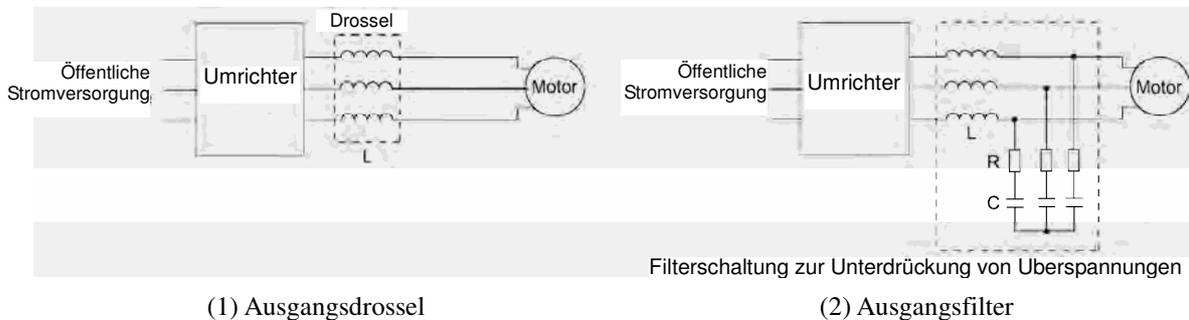

Abbildung C.3: Verfahren zur Unterdrückung von Überspannung
(1) Ausgangsdrossel
Bei relativ kurzer Verkabelung können die Überspannungen unterdrückt werden, indem die Anstiegszeit der Spannung (dv/dt) durch Installation einer Wechselstromdrossel auf der Ausgangsseite des Umrichters reduziert wird, siehe Abbildung C.3 (1).
(2) Ausgangsfilter
Durch Installation eines Filters auf der Ausgangsseite des Umrichters lässt sich der Spitzenwert der Motorklemmenspannung reduzieren, siehe Abbildung C.3 (2).